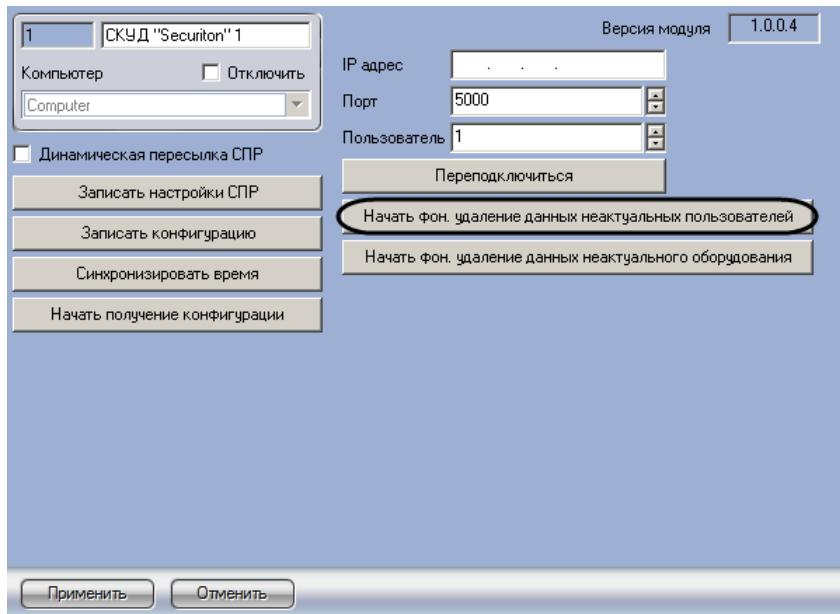

Рис. 3.7—1 Удаление неактуальных пользователей
- Перейти на панель настроек объекта **СКУД "Securiton"** (Рис. 3.7—1).
2. Нажать на кнопку **Начать фон. удаление данных неактуальных пользователей** (Рис. 3.7—1).
1. Перейти на панель настроек объекта **СКУД “Securiton”** (Рис. 3.7—1).
2. Нажать на кнопку **Начать фон. удаление данных неактуального оборудования** (Рис. 3.7—1).